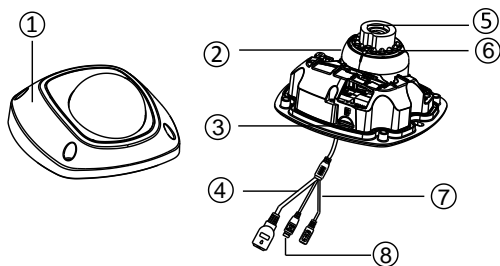

Figura 1- Visão Geral (1)
3. O indicador de conexão (item 4 da figura 1) fica intermitente se a conexão sem fio foi bem sucedida.